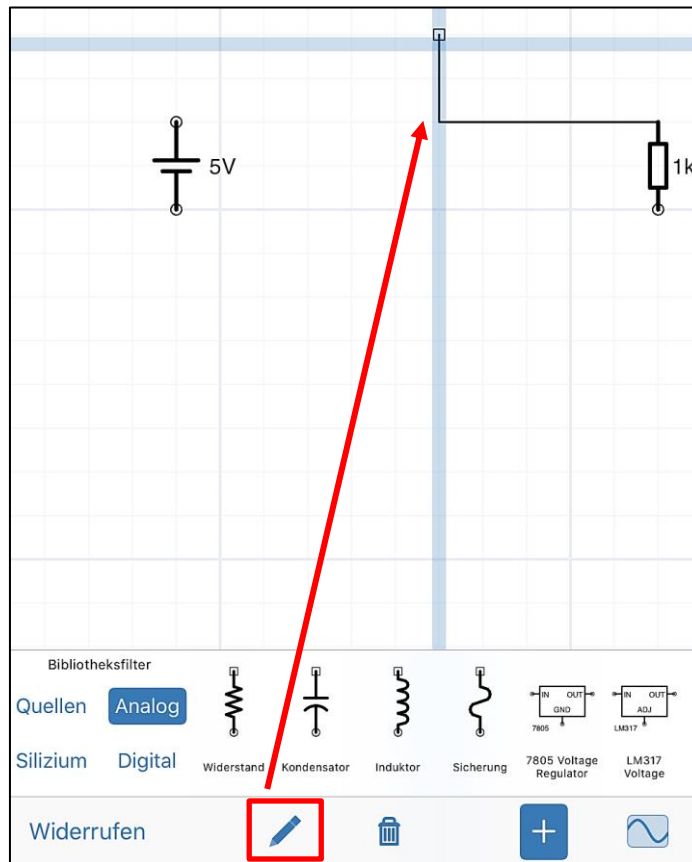
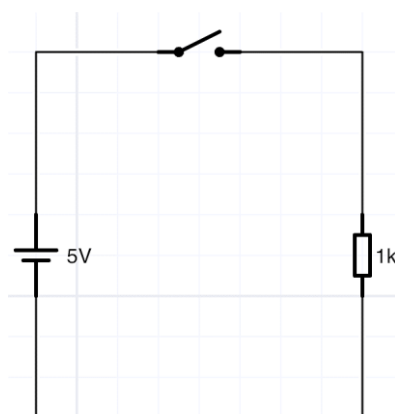

Abb. 5: Bauteile verbinden
Abb. 6: Grundstromkreis in iCircuit
- Ziehen Sie wie in Abb. 5 nun manuell eine Verbindung zur Quelle oder einem anderen Bauteil. Diese sind nun für den Schaltungssimulator elektrisch verbunden (Abb. 6).
Der Grundstromkreis in Abb. 6 beinhaltet die wichtigsten Elemente wie eine Quelle, einen Verbraucher und Verbindungsleitungen (u.a. ein Schalter (Schließer)).